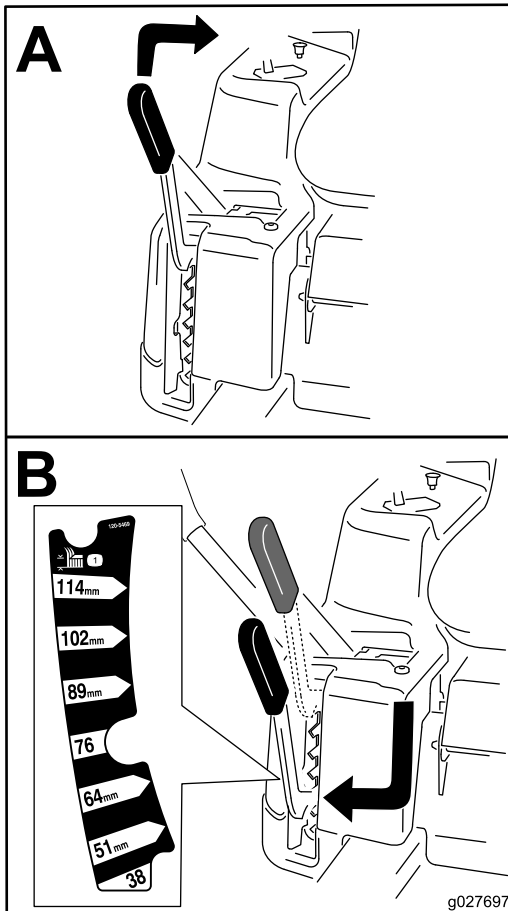

Bild 14
**Hinweis:** Die Transportstellung ist die höchste Schnitthöhen-einstellung oder Schnitthöhe (115 mm), wie in Bild 14 abgebildet.